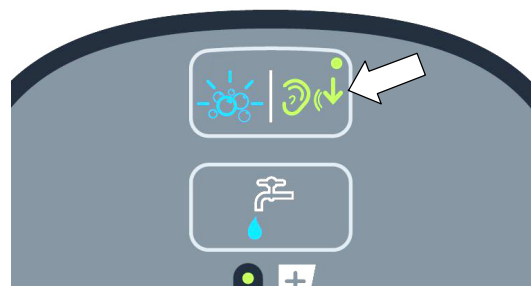

ABB. 37
4. Drücken Sie die Taste Leiser Modus, um den Lärm des Vakuummotors zu verringern (Abbildung 37). Eine grüne LED in der Ecke leuchtet auf, wenn der Modus aktiviert wird. Zum Ausschalten die Taste drücken.